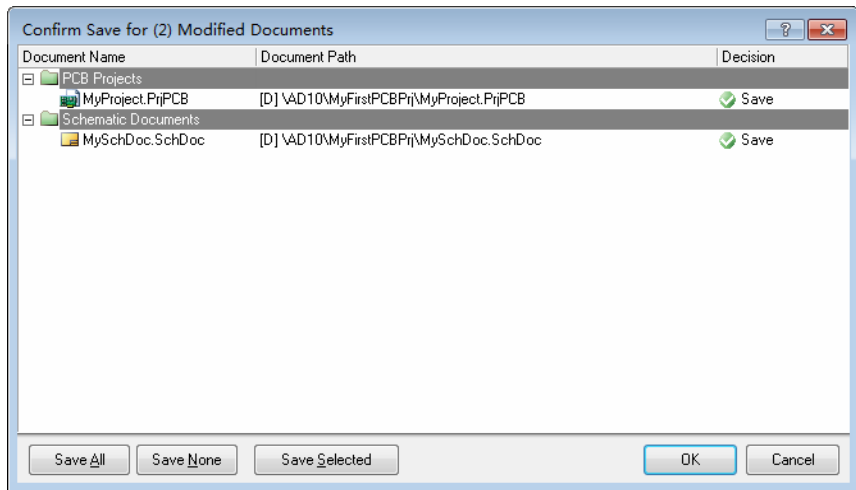

图 2-9 关闭工程时确认保存被修改的多个文档
2) 如果有两个以上文档变动且未保存，则屏幕将出现如图 2-9 所示的对话框，要求用户对每个文档保存与否做出选择，然后才可以关闭工程。
(1) 右键单击工程名称，在弹出的菜单中选择 Close Project 命令，会弹出确认保存对话框，如图 2-9 所示。
(2) 每个文档所在行的最右边一列为该文档将执行的保存操作：✔ Save 或者 ✘ Don't Save。
(3) 单击 Save All 按钮将所有文档设为保存操作，单击 Save None 按钮将所有文档设为不保存操作，单击 Save Selected 按钮将当前选中的文档设为保存操作。此外，用鼠标单击最右边一列的保存操作栏位，可以弹出下拉列表，从中可以直接选择保存操作。
(4) 设置好各文档的保存状态后，单击 OK 按钮即可保存并关闭工程。
(5) 工程关闭后，将从工程面板中消失。